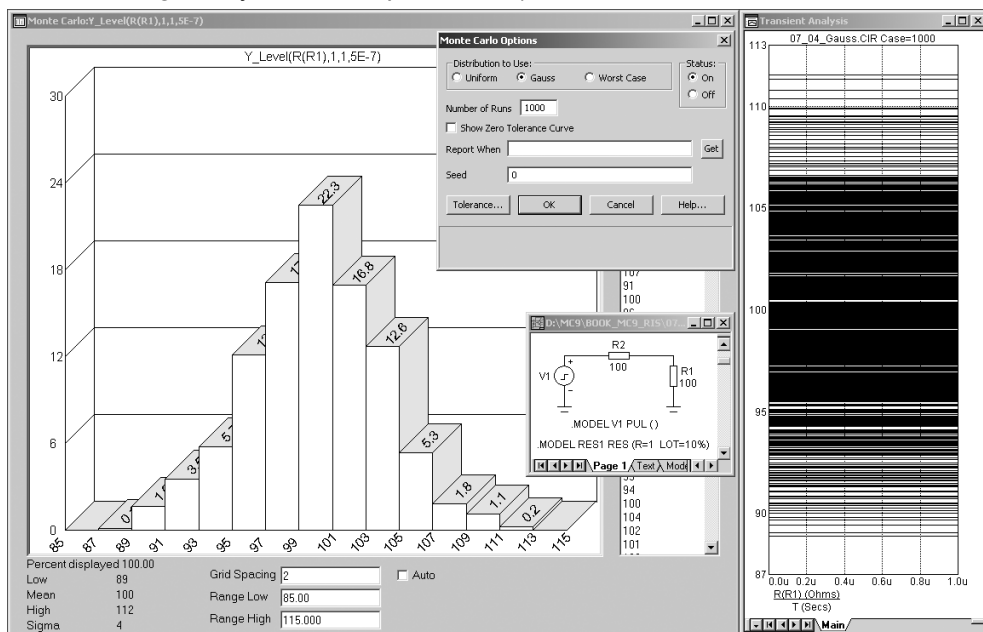

Рис. 7.4 – Распределение Гаусса для сопротивления резистора с 10%-ым разбросом
3. Распределение *GAUSS* (Гаусса) генерирует значения с плавно убывающей плотностью вероятности от центрального (номинального) значения к границам диапазона. Значения расположенные ближе к номинальному значению генерируются чаще, чем значения, лежащие ближе к границам диапазона (рис. 7.4 и схемные файлы *carlo2.cir*, *Gauss.cir*, из каталога *Analysis\Monte_Carlo*).